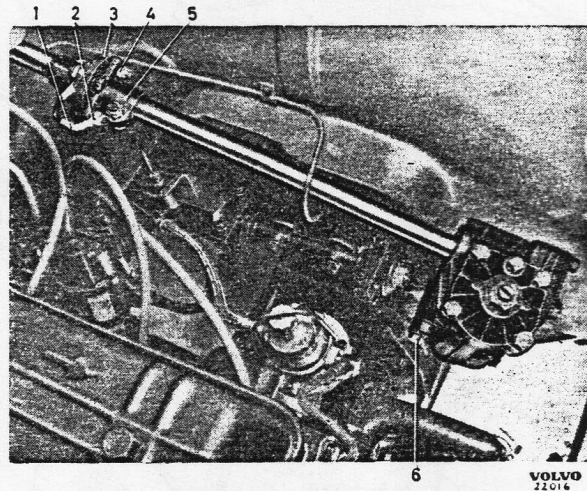

Bild 6-19. Lenkung
3. Die zwei Muttern (2 u. 4, Bild 6-19) abschrauben und Schrauben entfernen.
5. Befestigungsschrauben (6. Bild 6-19) lösen und entfernen.
1. Lenkung äusserlich abwäschen und Flansch (5, Bild 6-19) von der Lenkspindel abschrauben.
1. Lenkung ins Fahrzeug einbauen (Vorsicht, wenn der Kupplungsflansch die Bremsleitung passiert). Befestigungsschrauben (6, Bild 6-19) anschrauben.
2. Flansch (5) mit der Kupplungsscheibe (3) zusammenschrauben. Massekabel (1) nicht vergessen.
3. Einbaustellung der Lenkung so ausrichten, dass die geringst mögliche Spannung an der Kupplungsscheibe ist, d.h., dass der obere und untere Teil der Lenkspindel eine gerade Linie bilden. Befestigungsmuttern (6) anziehen.